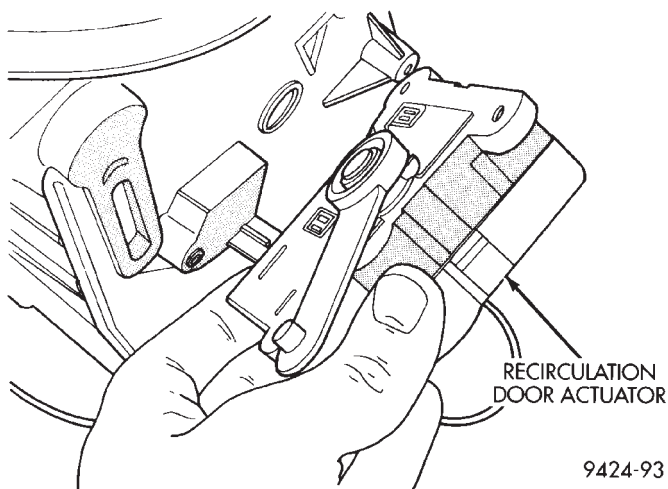

**Fig. 97 Recirculation Door Actuator**
(25) Install recirculation door actuator and wiring (Fig. 97).